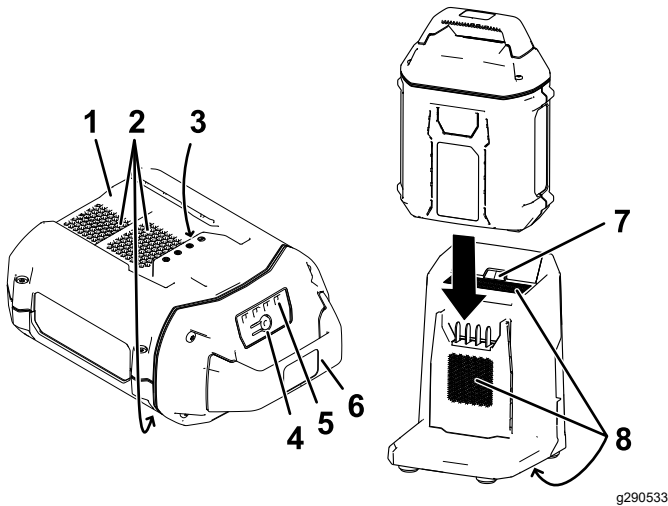

Figure 18
2. Alignez le creux de la batterie (Figure 18) sur la languette du chargeur.
3. Glissez la batterie dans le chargeur jusqu'à ce qu'elle soit complètement enclenchée (Figure 18).